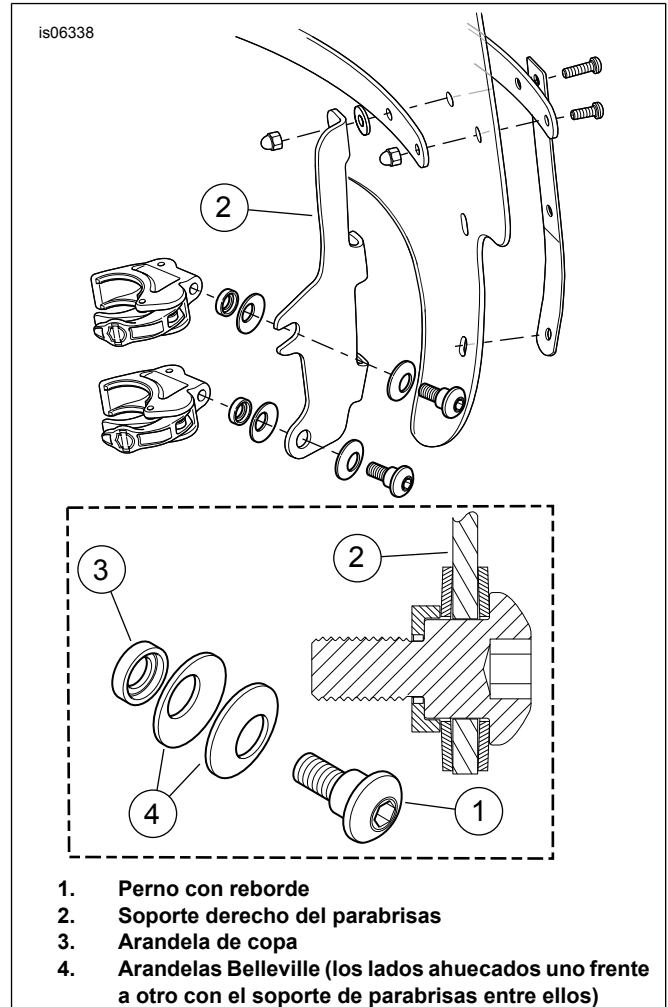

Figura 1. Abrazaderas de montaje del parabrisas (se muestra el lado derecho)
3. Arme, sin apretar, los conjuntos de abrazaderas en las piezas de soporte de montaje del parabrisas, en la secuencia que se muestra en Figura 1 .